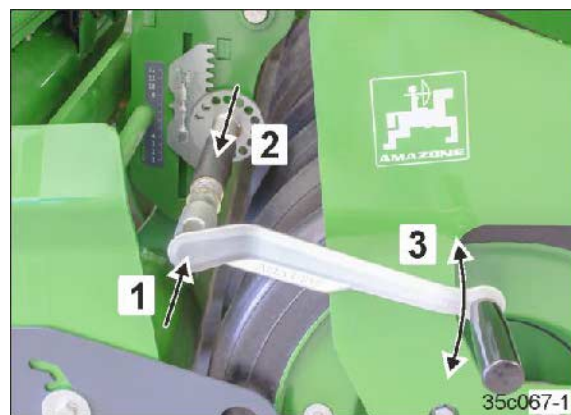

Fig. 126
1. Ta betjeningsverktøyet ut av parkeringsposisjonen (Fig. 60/1, se side 78) og sett det på innstillingsanordningen (Fig. 126/1).
Hold betjeningsverktøyet (Fig. 126/3) med fast grep i posisjon før løsning av låsen!
2. Dreii betjeningsverktøyet (Fig. 126/3) for å avlaste låsetennene og låse opp (Fig. 126/2).